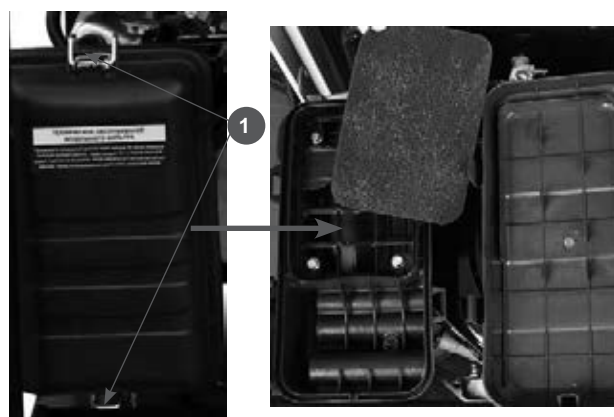

Рис.12
1. Отожмите защелки (1) Рис.12 и снимите крышку воздушного фильтра.